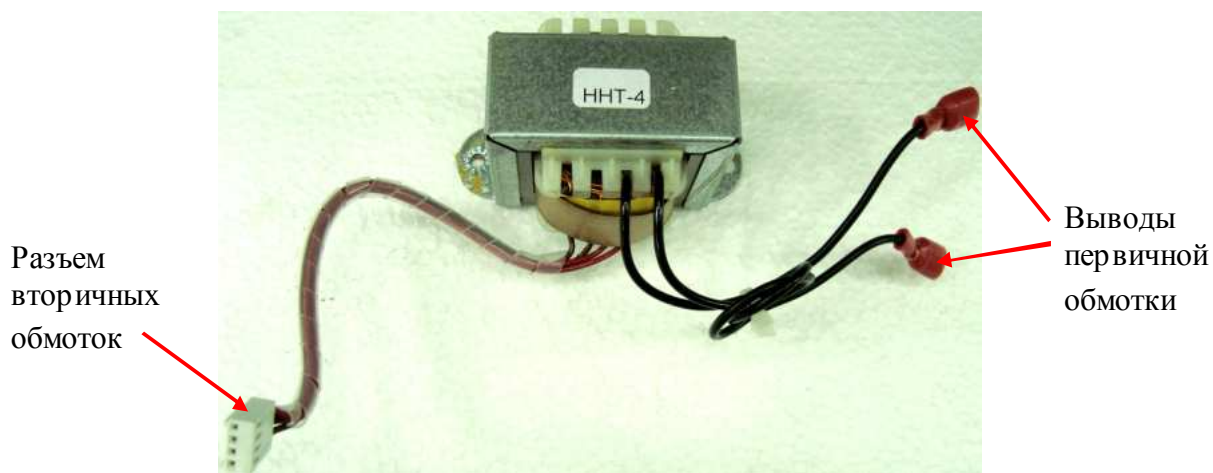

Рис. 4.10.
- 4.17.3. Подключить первичную обмотку трансформатора к сети ~220В. Установить на мультиметре режим измерения переменного напряжения. Поочередно измерить напряжения на выводах вторичных обмотках трансформатора (коричневые и красные провода, рис. 4.10). Напряжения должны быть равны и составлять ~11В +/-10%.